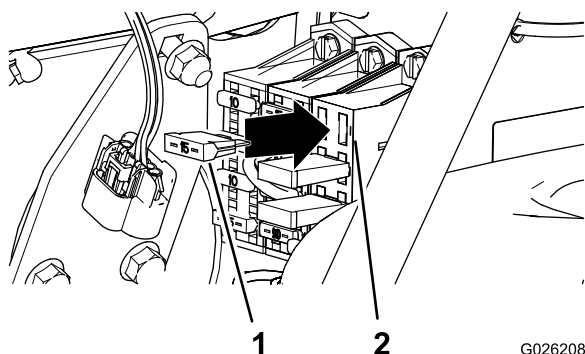

Figura 7
1. Allineate le lamelle del fusibile con la presa nella posizione posteriore in alto del portafusibili (Figura 7).
2. Inserite il fusibile fino a quando non è completamente in sede (Figura 7).